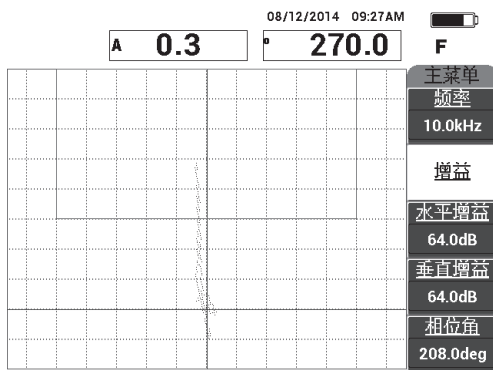

图 6-26 信号波幅被调整后进入到报警框中
- 按**增益**键（**dB**），然后调整信号波幅，使脱粘信号进入报警框中，并从平衡点位置（十字准线）延伸大约 5 个分区（参见第 131 页的图 6-26）。